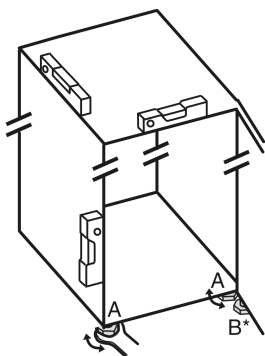

Fig. 48
- Stellfüße Fig. 48 (A) mit beiliegendem Gabelschlüssel und mit Hilfe einer Wasserwaage herausdrehen, bis das Gerät fest und ebenstehend ausgerichtet ist.
- Stellfuß Fig. 48 (B) am Lagerbock mit beiliegendem Gabelschlüssel herausdrehen, bis er auf dem Boden aufliegt.
- Stellfuß Fig. 48 (B) um 90° weiter drehen.